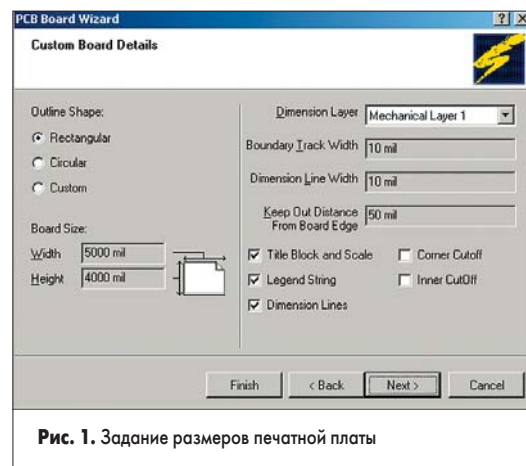

Рис. 1. Задание размеров печатной платы
5. Появится окно, в котором требуется задать форму и размеры будущей платы (рис. 1). В левой части окна в списке Outline Shape выберем опцию Rectangular (прямоугольная), а в текстовые поля Width (ширина) и Height (высота) введем 50 мм.